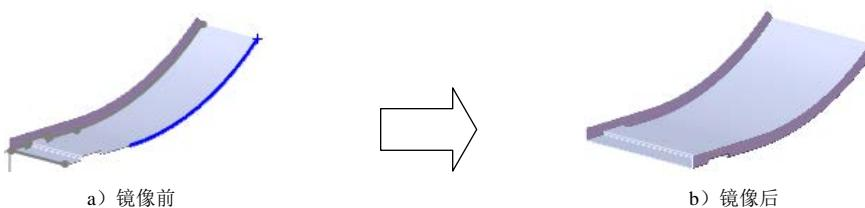

图 14.2.19 镜像 1
(3) 定义法兰参数。
① 定义法兰角度值。在 **角度(G)** 区域的  文本框中输入角度值 90.0。
② 定义长度类型和长度值。在“边线法兰”对话框 **法兰长度(L)** 区域的  下拉列表中选择 **给定深度** 选项，在  文本框中输入深度值 9.0。
③ 定义法兰位置。在 **法兰位置(N)** 区域中单击“折弯在外”按钮 。
(4) 单击  按钮，完成边线—法兰 1 的创建。
Step4. 创建图 14.2.19 所示的镜像 1。